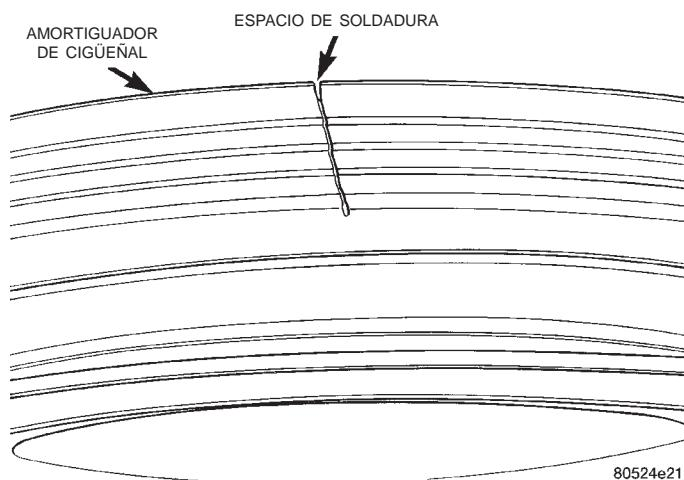

Fig. 32 Espacio de soldadura
**NOTA:** Es normal y aceptable que haya un espacio en el amortiguador del cigüeñal, en el área donde va la correa Poly-V del generador (Fig. 32).